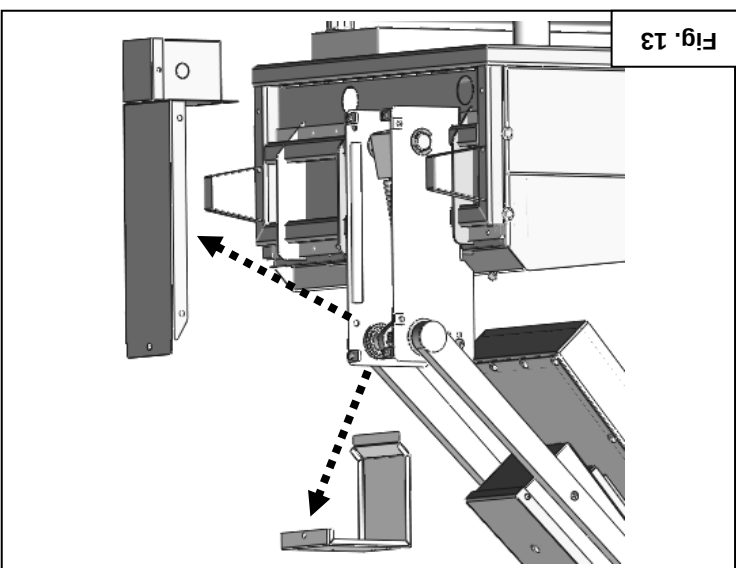

Fig. 13
15. Retirez les couvercles de l'armature des ressorts supérieur et arrière. Fixez-les en position élevée. Fig. 13.